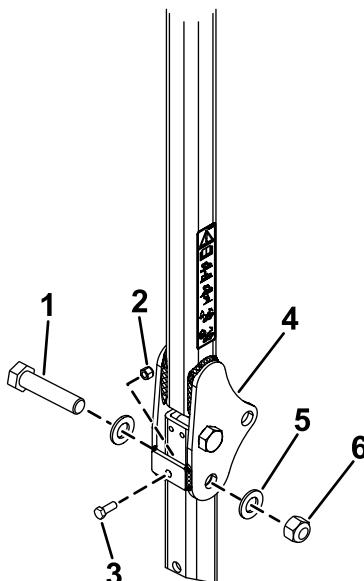

Figura 24
3. Coloque una arandela (13/16" x 1 1/2") en cada perno (3/4" x 4"), como se muestra en la Figura 24.
4. En los taladros de donde se retiraron los pasadores, instale los pernos y las arandelas (Figura 24).
5. Coloque otra arandela sobre cada perno y sujetélas con tuercas (3/4"), según se muestra en Figura 24. Apriete las tuercas a 323–396 N·m.
6. Instale un perno (3/8"-16 x 1" o 1 1/4") con una contratuerca (los pernos y las contratuerca no están incluidos) en la placa roscada en cada lado de la parte inferior de la barra antivuelco, en la zona de la bisagra (Figura 24). Apriete el perno hasta que esté apretado contra el tubo superior de la barra antivuelco y apriete la contratuerca.
7. Apriete el perno de pivote del ROPS (Figura 24) a 91–113 N·m para evitar que reboden la barra antivuelco y el toldo.